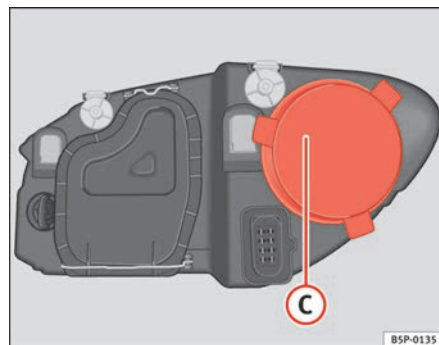

Fig. 184 Luz de carretera
- Retire la tapa ⇒ fig. 184 C tirando de la misma.